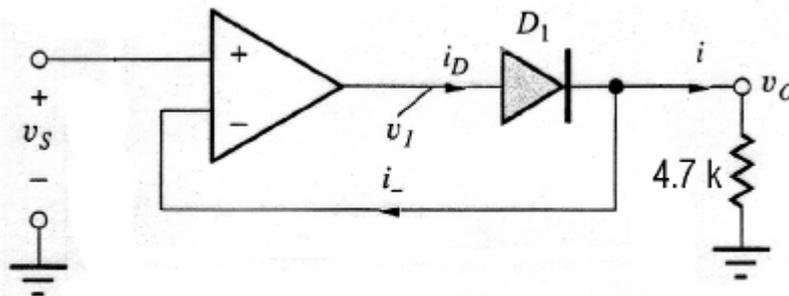

Figura 1 Raddrizzatore con superdiodo
Un amplificatore operazionale ed un diodo possono essere combinati, come in Figura 1, per realizzare un raddrizzatore ad una semionda di precisione. L'uscita v_O rappresenta una replica parziale rettificata del segnale di ingresso v_S con caduta di tensione trascurabile, rispetto a quella che si avrebbe con l'utilizzo di un singolo diodo (pari a circa 0.6 V). Grazie all'elevato guadagno ad anello aperto dell'operazionale, A_V (≈ 200000 in DC), la tensione di innesco del diodo V è ridotta a V/A_V , quando il diodo è inserito nell'anello di retroazione ed è in conduzione. In tal caso l'elevato guadagno A_V forza la tensione ai terminali di ingresso dell'operazionale ad essere quasi zero.
La transcaratteristica del circuito di Figura 1 è quindi quella riportata in Figura 2.
- Montare il circuito di Figura 1 come riportato in fig.